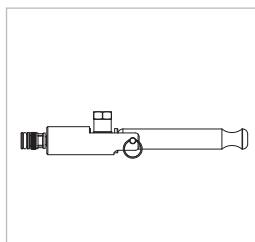

Abbildung 3
- Bringen Sie den Spannhebel (Pos. 2) in die gerade Ausgangsposition (*Abbildung 3*).